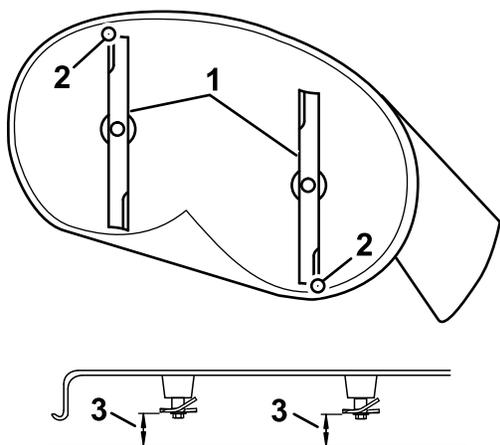

Figura 69
4. Rotii cu atenție lamele astfel încât să fie orientate din față spre spate (Figura 69).
5. Măsurai între vârful lamei din față i suprafaa plană i între vârful lamei din spate i suprafaa plană (Figura 69).